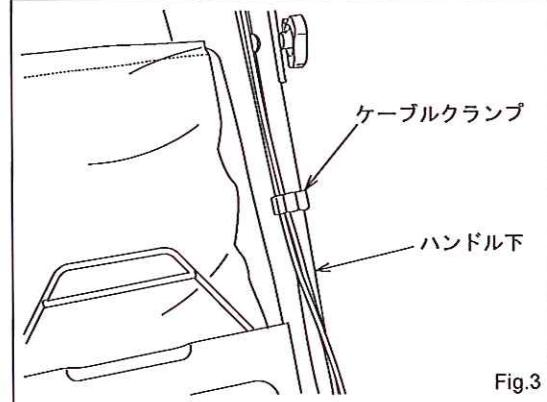

Fig.3
- (3) スロットルケーブル、ブレーキケーブル及びクラッチケーブルはねじれ、折れ等が無いことを確認して、ケーブルクランプにて固定して下さい。 (Fig.3)